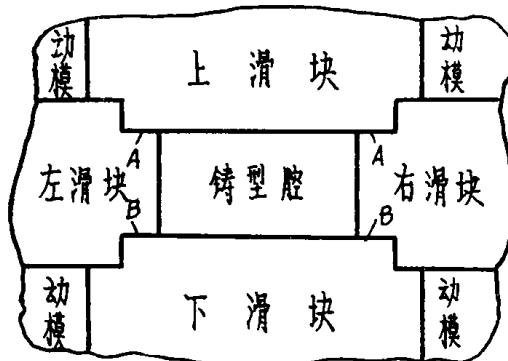

图 2
各滑块相互之间的分型面选择方式是决定模具结构好坏的一个重要因素，并且影响模具使用寿命。我们采用图 2 所示的布置方案，理由如下：
3) 由于是采用液压抽芯,合模时是先将左、右滑块合至如图2所示位置,然后是上、下滑块在斜杆作用下至图2所示位置,最后在静模楔紧块作用下紧紧压住在左、右滑块的两侧面A、B上,这样可以防止跑铝水。
4) 由于采用了图2所示的分型,上、下滑块在开模时首先离开铸型而向后滑动,开模全开出后,方才抽动左、右滑块,因而上、下滑块与左、右滑块之间在分型面A、B上没有滑动,更没有摩擦,即使压铸时跑铝水,也不会产生咬毛,影响铸型精度。